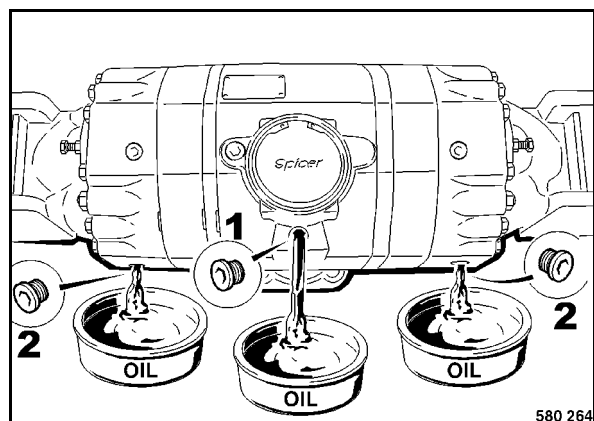

Fig. 167
- Limpiar y desenroscar todos los tapones de control y de descarga (Fig. 167).